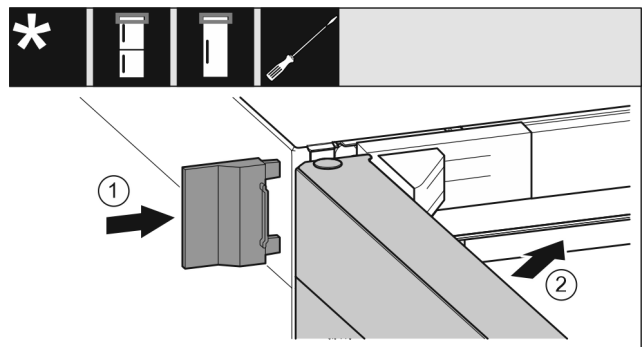

Fig. 20
- ▶ Skyv på det ytre dekselet. Fig. 20 (1)
- ▶ Lukk den øvre døren. Fig. 20 (2)